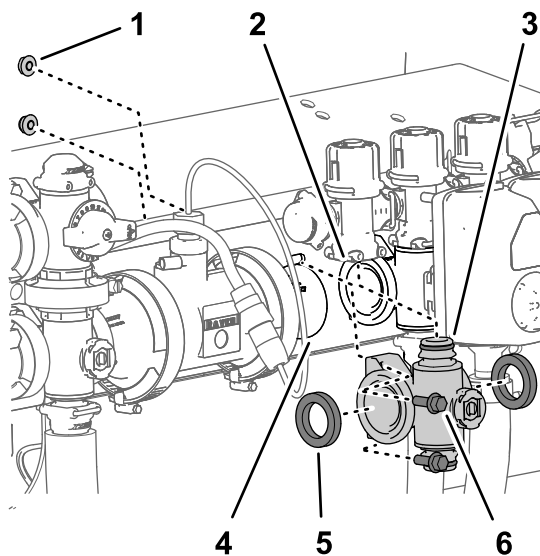

図 127
4. 左右のboomマニホルドのそれぞれをバルブサポートに固定しているフランジヘッドボルト $\frac{1}{4}$  x  $\frac{3}{4}$ " 2本とフランジロックナット $\frac{1}{4}$ " 2個を取り外す 図 127。
5. boomバルブマニホルドとガasketを下げてboomバイパスバルブをかわし、車体から取り外す 図 127。